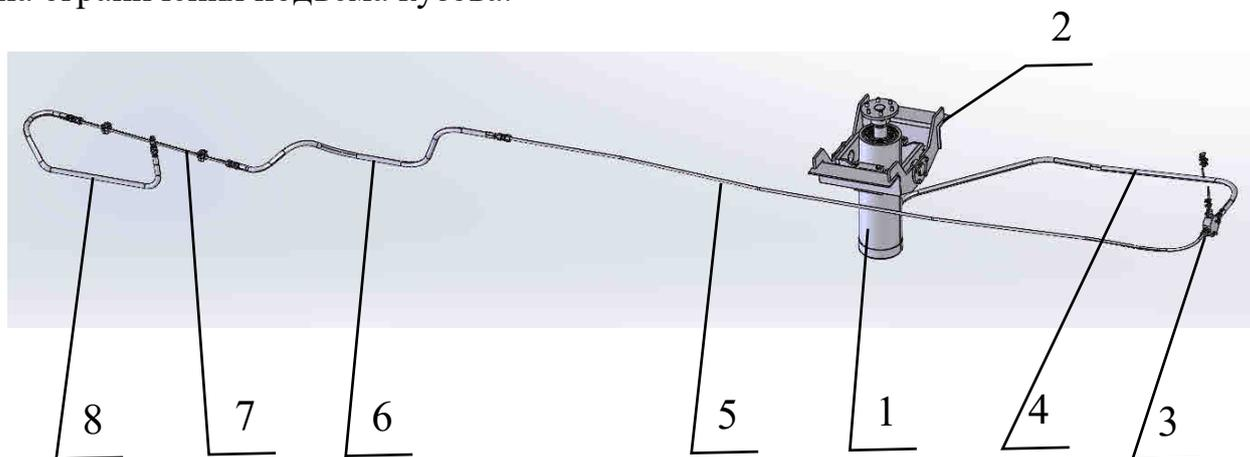

Рисунок 2 – Гидрооборудование
2.5 Гидрооборудование (рисунок 2) предназначено для подъема кузова при разгрузке и состоит из гидроцилиндра, трубопровода, рукавов высокого давления и крана ограничения подъема кузова.